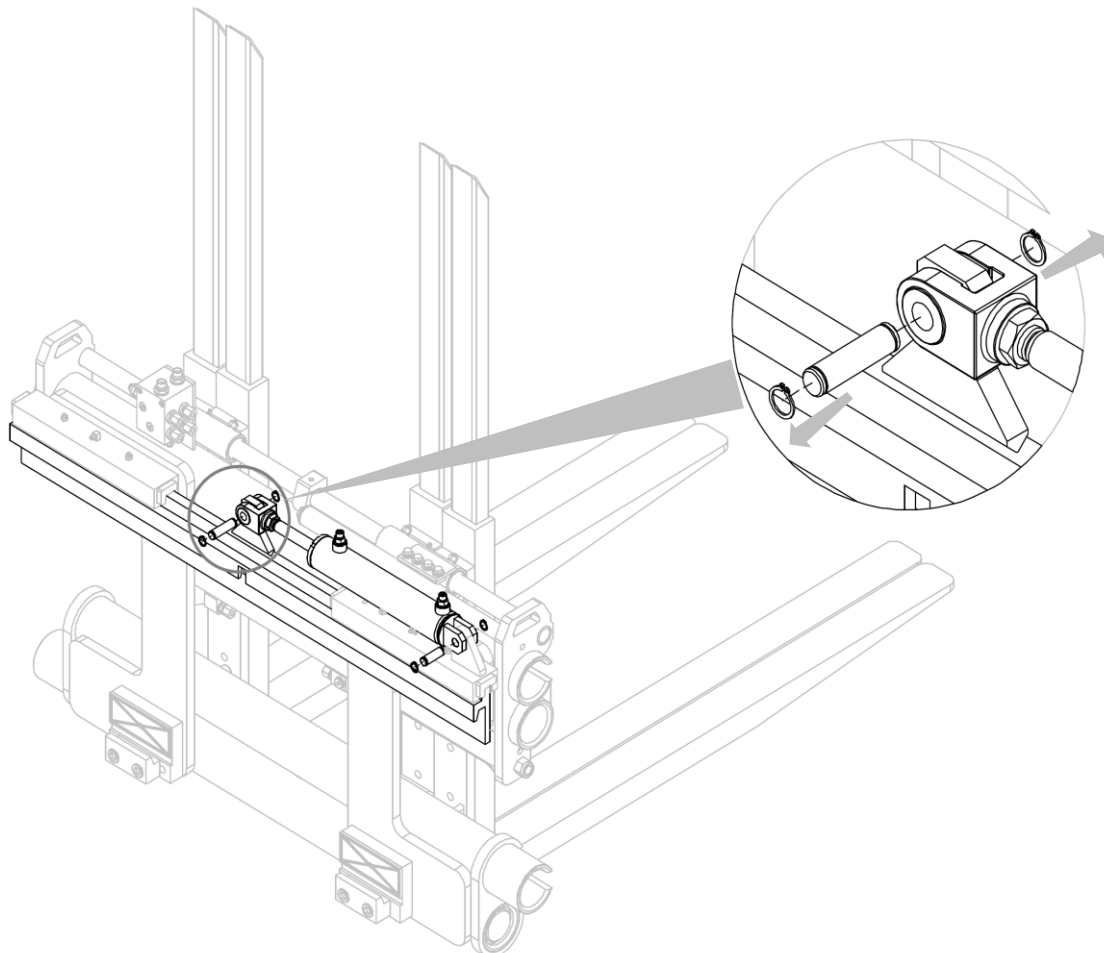

Figura 23
7. Referirse a la *Figura 23*.